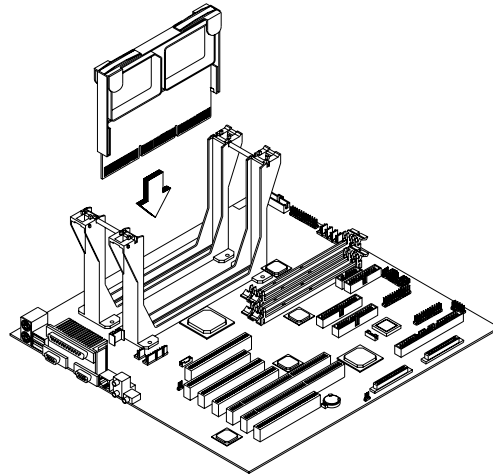

Abbildung 3-10 Abschlussplatine
1. Halten Sie die Abschlussplatine wie in Abbildung 3-10 gezeigt über den leeren Slot.